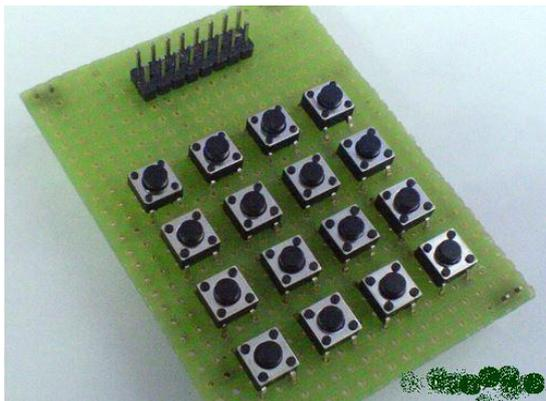
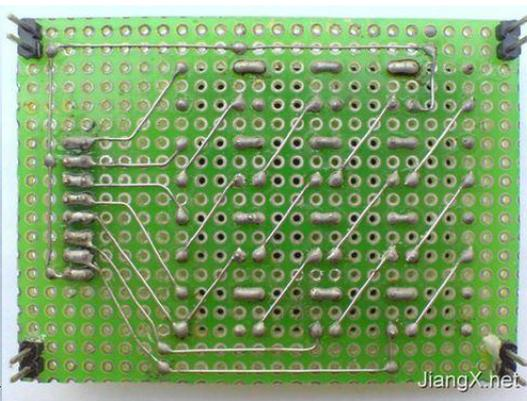

图 3-29 矩阵键盘正面图
图 3-30 矩阵键盘反面图
4、善于利用元器件自身的结构。图 3-29 这是一个利用了元器件自身结构的典型例子。图 20-30 中的轻触式按键有 4 只脚，其中两两相通，我们便可以利用这一特点来简化连线，电气相通的两只脚充当了跳线，读者可以对照图 3-30 好好体会一下。